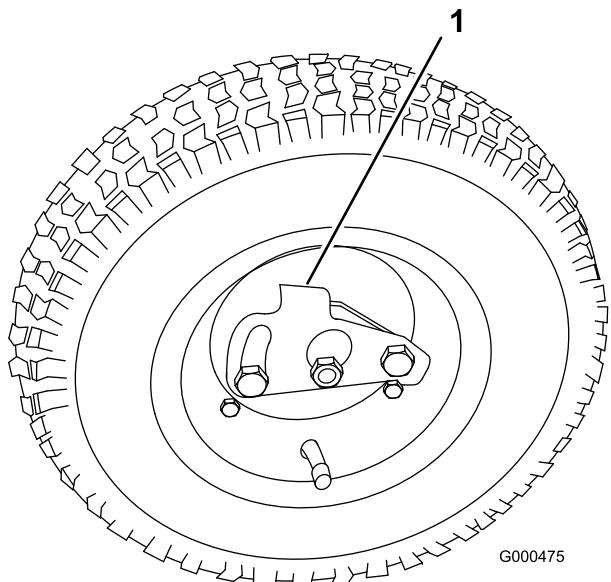

Bild 8
2. Drücken Sie den Radarretterclip zur Mitte des Rads und schieben Sie das Rad auf die Sechskantwelle (**Bild 8**).